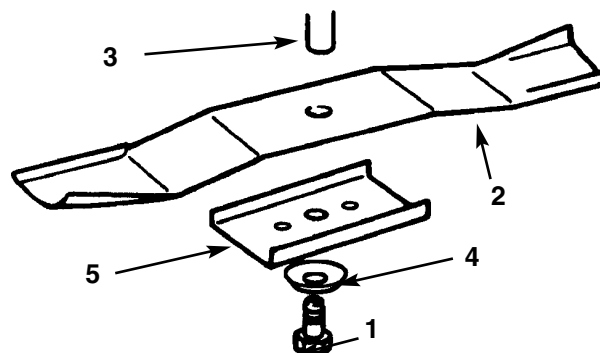

Fig. 35
- Togliere il bullone (chiave 5/8"), la rondella curva e la lama (Fig. 35). Quando si toglie il bullone si può bloccare la lama inserendo un blocco di legno fra la lama ed il tosaerba.
1. Montate la lama, il fermo, la rondella curva (lato a tazza verso la lama) ed il bullone della lama (Fig. 35).